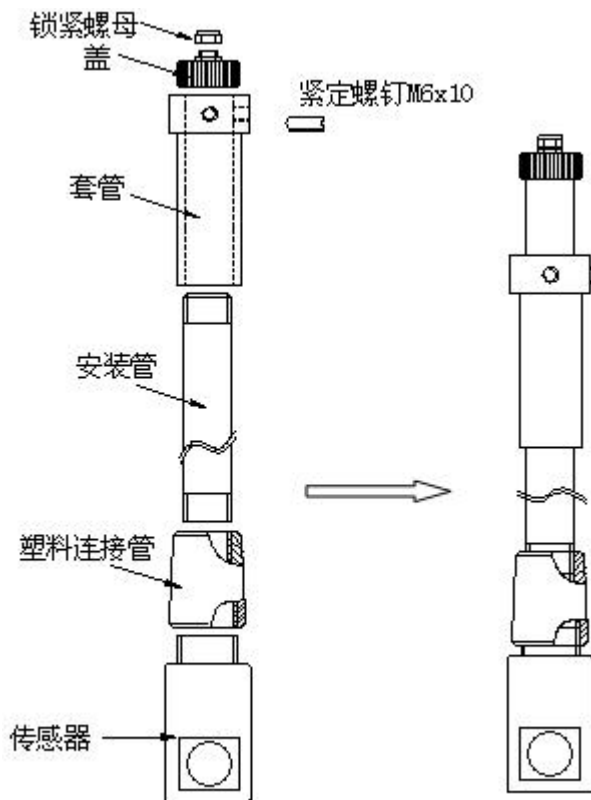

图 2-6 传感器安装示意
(2) 将浸没式传感器的电缆依次穿过塑料连接管、安装管、套管、盖和锁紧螺母；将浸没式传感器的螺纹与塑料连接套的螺纹孔相接并拧紧；塑料连接套则与安装管相连；然后将安装管穿过套管，根据现场测量深度通过两个紧定螺钉将套管与安装管固定；将盖与安装管拧紧，防止雨水和其他物质进入安装管；将锁紧螺母拧紧，固定电缆。传感器与安装管安装完成后如图 2-6 右图所示。